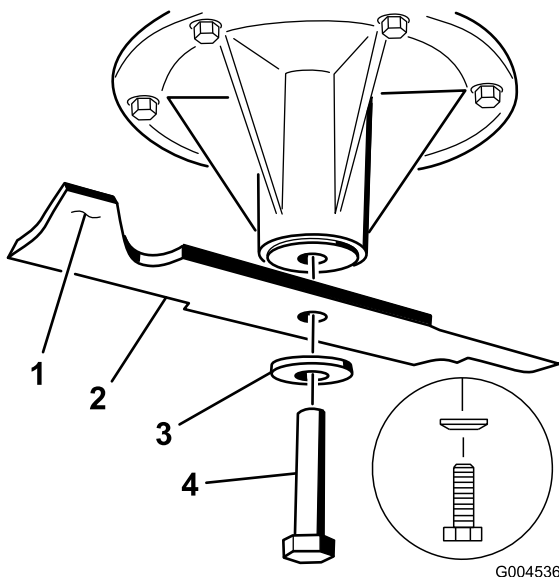

Figura 78
3. Se la lama non è bilanciata, limate del metallo soltanto dalla costa (Figura 78).
2. Togliete il bullone, la rondella curva e la lama dall'asse del fusello (Figura 78).